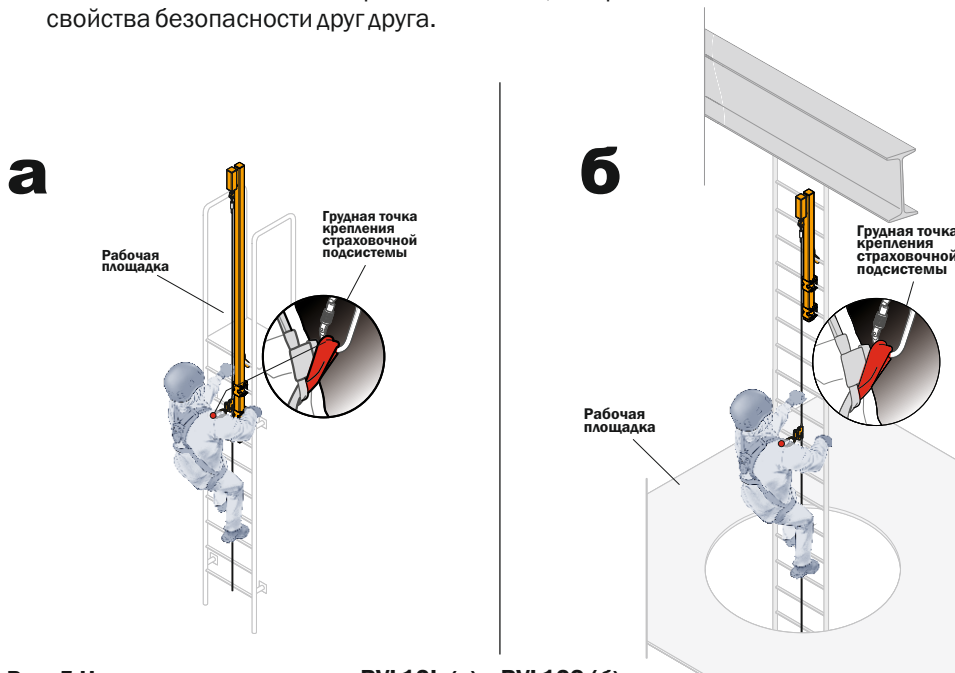

Рис. 5 Использование элемента RVL12L (а) и RVL12S (б).
10. Элемент **RVL12L** используется, когда лестница заканчивается ниже выхода на рабочую площадку (**рис. 5а**). Элемент **RVL12S** используется, когда выход на рабочую площадку доступен раньше, чем заканчивается лестница (**рис. 5б**).